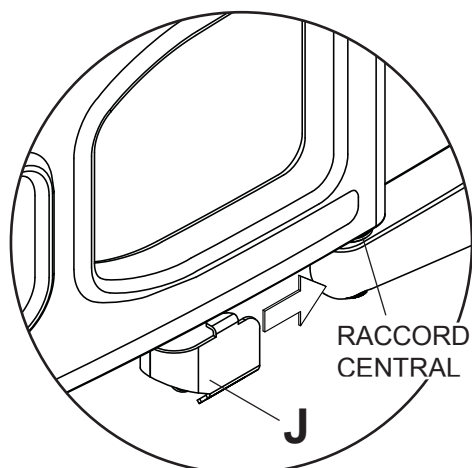

fig. 5.1
- 5 Les câbles peuvent être acheminés à l'aide d'un serre-câble (J).
Faites glisser le serre-câble (J) sur la partie inférieure du raccord central comme illustré à la figure 5.1 et fixez les câbles au serre-câble à l'aide d'une attache de câble (K) comme illustré à la figure 5.2.